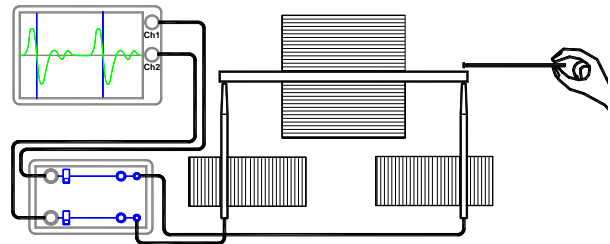

Fig. 4 Montaje experimental para el estudio de ondas transversales en barras
- Se monta el experimento de acuerdo a la Fig. 4. Como barra de prueba se toma la barra de acero inoxidable de 400 mm de longitud. Téngase en cuenta la distancia de 1 mm entre la sonda de micrófono y la barra de prueba. Ajustes en el osciloscopio, p.ej.
- Se golpea la barra, usando la masa de golpear, como se indica en la Fig. 4.